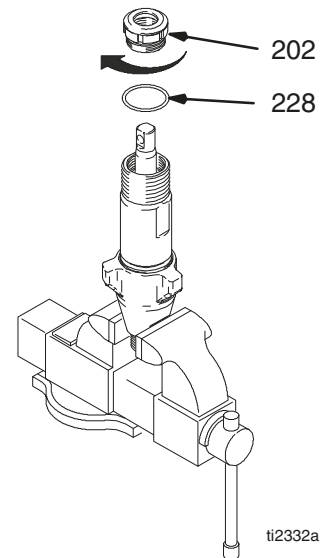

Fig. 20
Fig. 20. Aperte o vedante e a porca do vedante (202) no espaçador de ajustagem (228) com um momento de aperto de 140 ± 10 pol-kg (100 ± 10 pol-kg no caso do 244197, 244224, 244201, 245904).